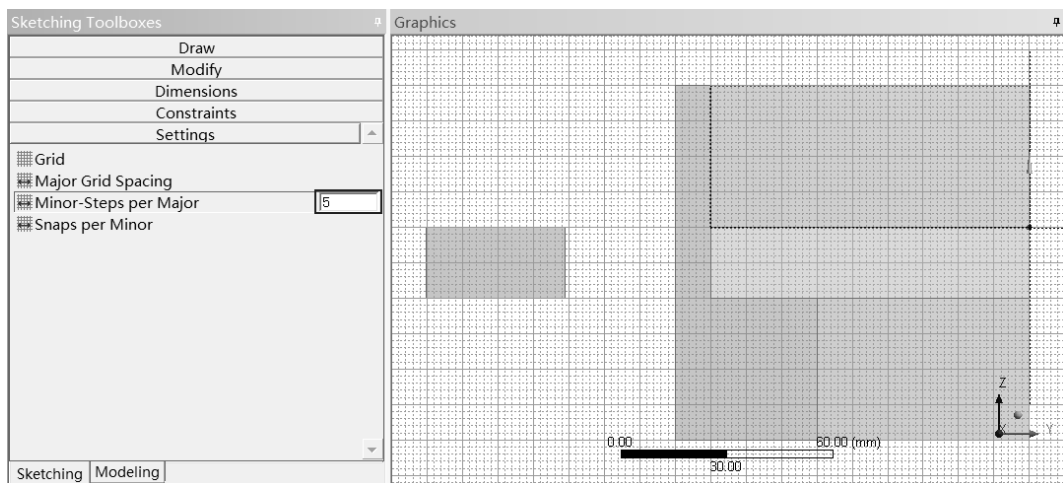

图 2-38 主栅格中小网格数量设置
(3) 在 Settings (设置) 菜单下选择 Minor-Steps per Major 命令, 使 Minor-Steps per Major 图标处于凹陷状态同时在后面生成 , 在此文本框中输入每个主栅格上划分的网格数, 默认为 10, 将此值改成 5 后在用户交互窗口出现如图 2-38 右侧所示的栅格。